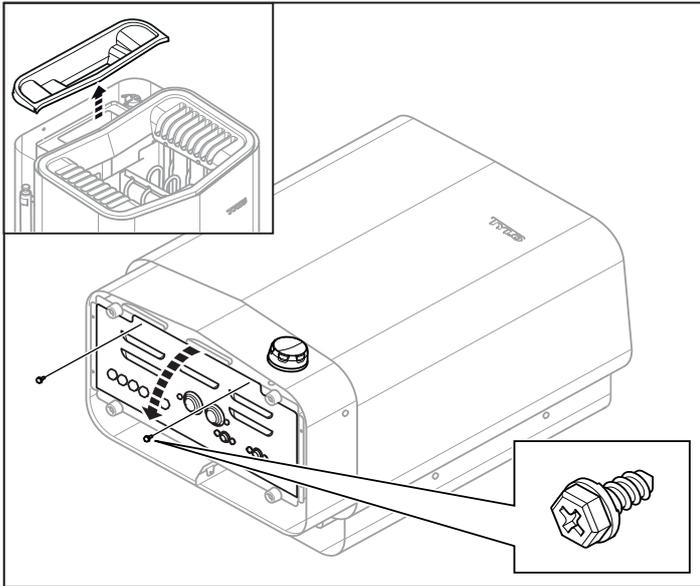

Abbildung 9: Abnehmen/Anbringen der Abdeckung
- Entfernen Sie die Abdeckung des Wasserbehälters und legen Sie die Heizung so auf den Boden, dass die Vorderseite nach oben zeigt (siehe Abbildung 9).
- Drehen Sie die Schrauben heraus und entfernen Sie die Abdeckung (siehe Abbildung 9).
- Montieren Sie die Abdeckung und ziehen Sie die Schrauben fest (siehe Abbildung 9).